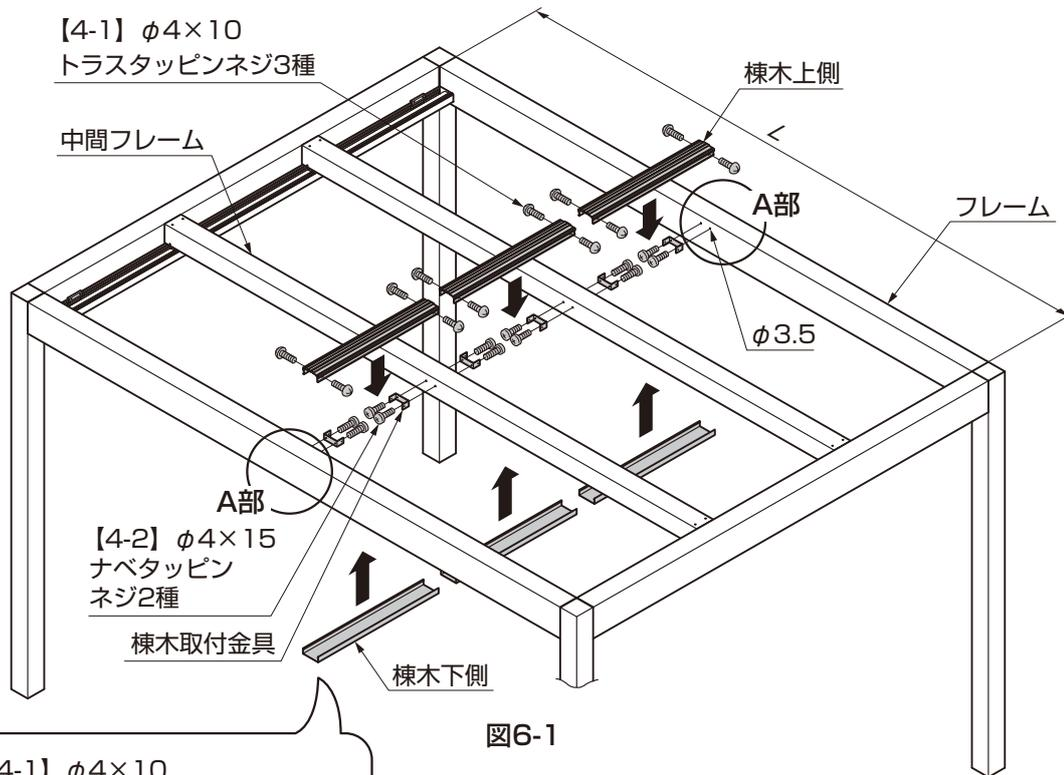
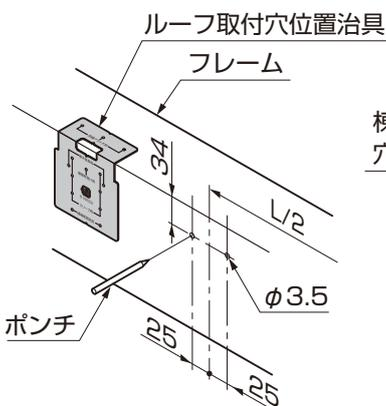
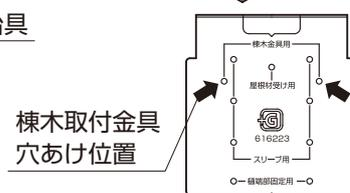

図6-1
図6-2 A部詳細 穴加工位置
図6-3
- ①ルーフ取付穴位置治具をあてて、ポンチ等でケガキφ3.5の穴をフレームにあけてください。(図6-1、図6-2、図6-3、表6-1参照)
- ②棟木取付金具をフレーム、中間フレームに【4-2】で取付けてください。(図6-1参照)